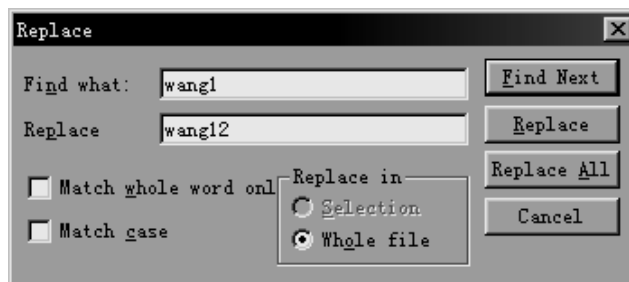

图 4-2-5 替换对话框
(7) 替换：点击此命令将弹出替换对话框，如图 4-2-5 所示，找到某一字符串，并用指定字符串替换之。